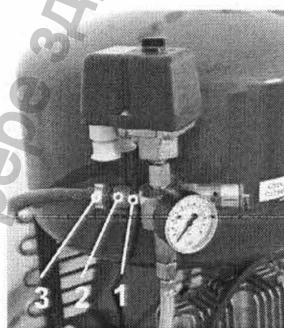

Рис. 2
8.2. Присоединительный элемент сжатого воздуха(Рис. 2)